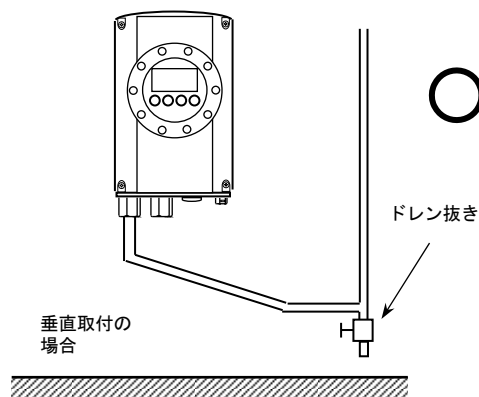

図 3.1d
- 8) コンジット配線を行う場合には、図 3.1d するように配線接続口から下向きの傾斜を設けて、配線接続口にコンジットを通して水が流れ込まないようにしてください。